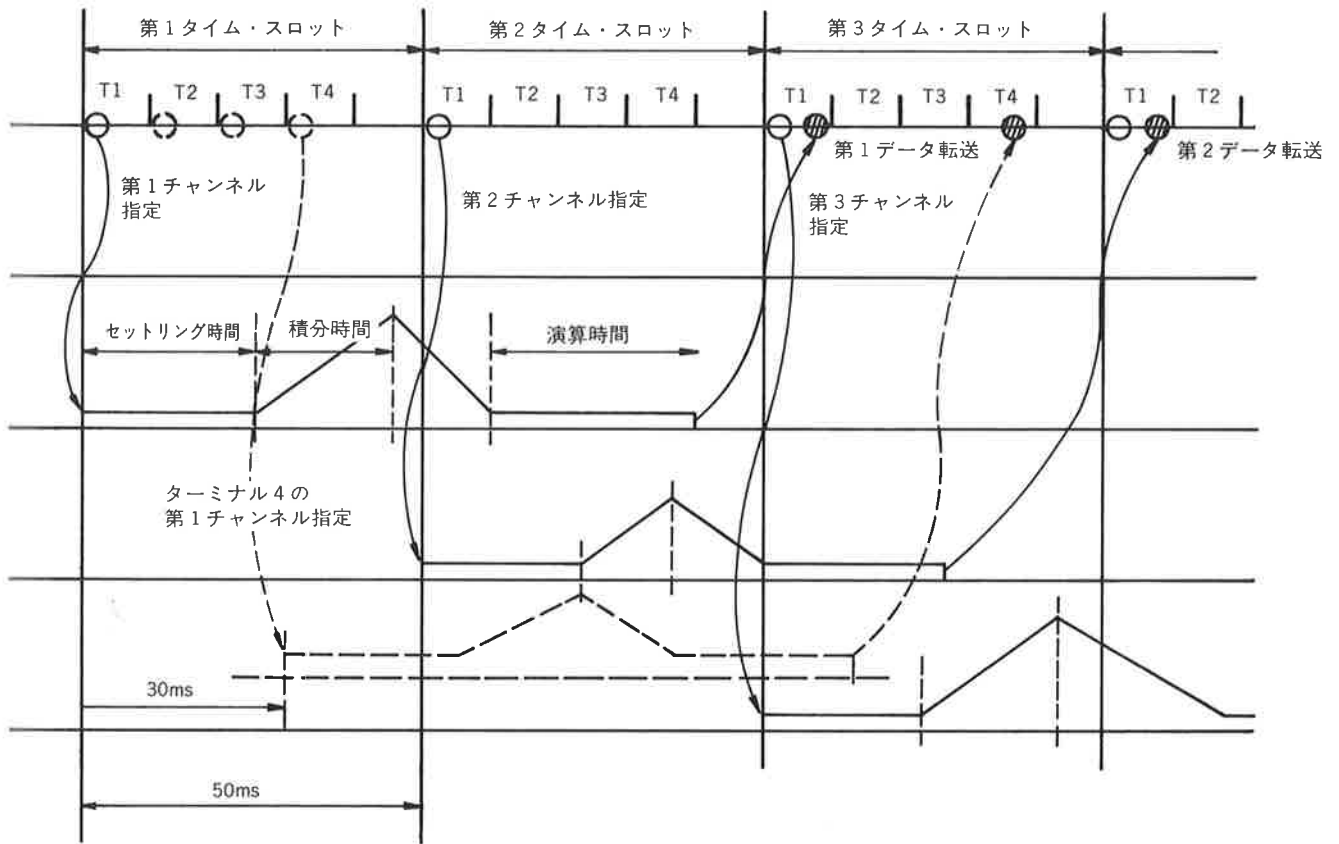

図 2-12 センサ・ターミナルの動作と転送方式
**TR 2741** センサ・ターミナルへの指令およびデータの送出は、すべて1対の信号線によって同期式シリアル転送されます。〔図2-12〕に入力点を指定し、A-D変換して測定結果を転送する場合の代表的な動作例を示します。
転送方式は、50ms毎のタイム・スロットを5等分した10msの時間内に、各々のセンサ・ターミナルに対する指令と測定データの送出を行なっています。〔図2-12〕に示しますように、まず最初の10ms間において第1センサ・ターミナルの入力点や測定レンジを指定し、次の10ms間で第2センサ・ターミナルの入力点や測定レンジを指定するというように続けていきます。指定が行なわれずトリレー・スキャナのセットリング時間などの遅れの後、20ms(50Hz指定時)間積分し、A-D変換を行ない、終了後にキャリブレーションやリニアライズなどの演算を実行します。演算が終了したときには次のタイム・スロットに入っており、測定データを送出するのはさらに次のタイム・スロットとなります。このようにセンサ・ターミナルでの測定動作は、互に重複した先行制御が実施されていますので、現在送出されつつある測定データは、2タイム・スロット以前に指定された入力点に対応します。さらに、マクロ的には同時に開始しているように見えるセンサ・ターミナル間の測定についても10ms毎のずれ時間が存在しています。